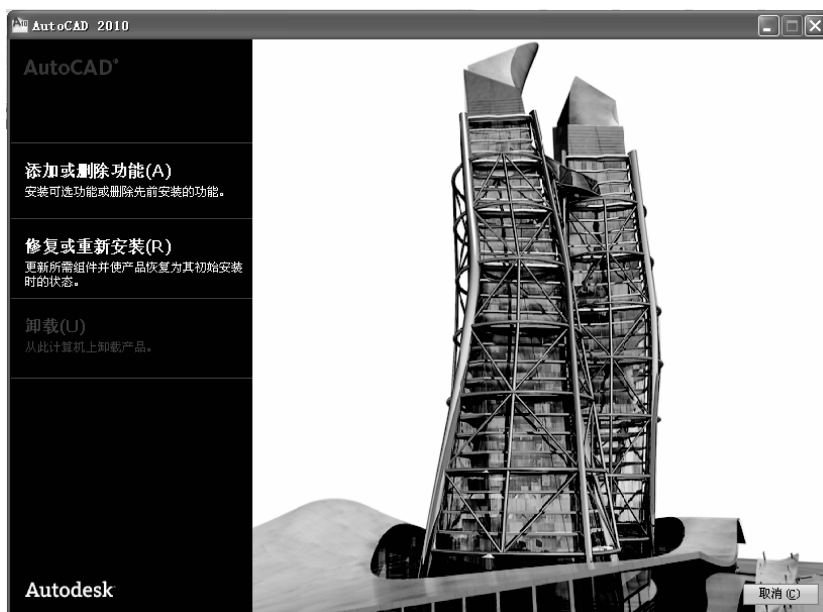

图 1-11 AutoCAD 2010 软件更新、修复与卸载界面
(4)进入 AutoCAD 2010 软件更新、修复与卸载界面,选择“卸载”选项,如图 1-11 所示。